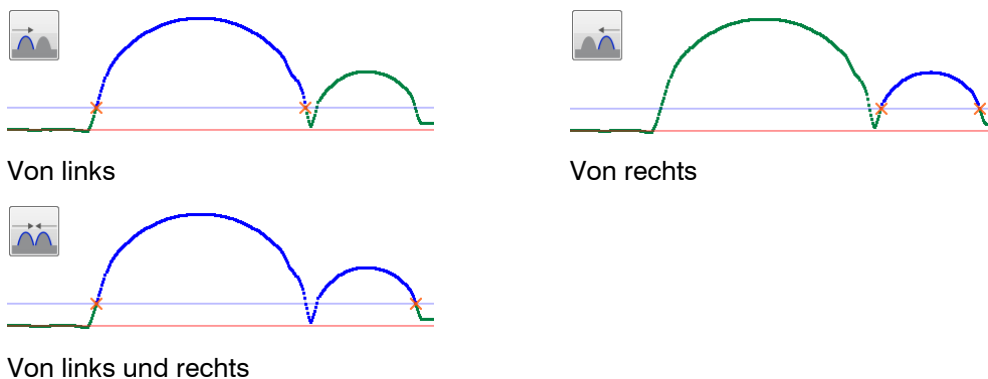

Abb. 4.26: Algorithmen für die Suchrichtung
- Definieren Sie die Suchrichtung für die Detektion der Erhöhung (siehe Abb. 4.26):
- Definieren Sie die Suchrichtung für die Detektion der Erhöhung (siehe Abb. 4.26, Kap. 4.5.1):